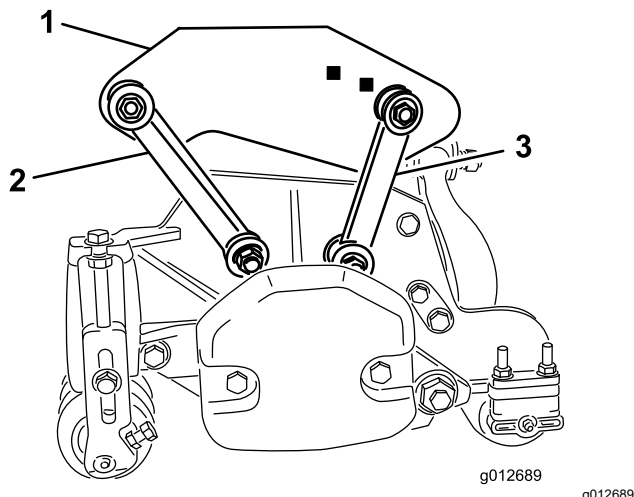

Figura 19
- Fissate i tiranti di montaggio anteriori nei fori del telaio portante con un bullone ($\frac{3}{8}$ " x $2\frac{1}{4}$ "), 2 rondelle piane e un dado di bloccaggio, come mostrato in Figura 19. Posizionate
- Fissate i tiranti di montaggio posteriori nei fori del telaio portante posteriore con un bullone ($\frac{3}{8}$ " x $2\frac{1}{4}$ "), 2 rondelle piane e un dado di bloccaggio, come mostrato in Figura 19. Posizionate una rondella su ogni lato del tirante durante il montaggio. Serrate i fermi a 42 N·m.